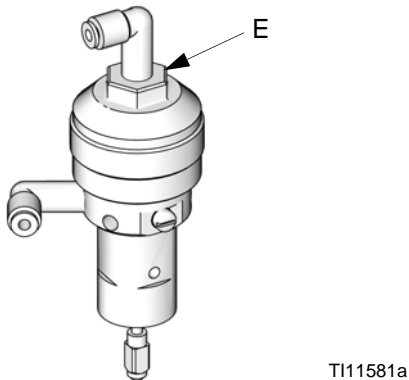

FIG. 4. Regolazione della valvola di erogazione
Per aprire le valvole di erogazione o di spurgo, girare il dado esagonale (E) *in senso antiorario*. Per chiudere, girarlo *in senso orario*. FIG. 4.